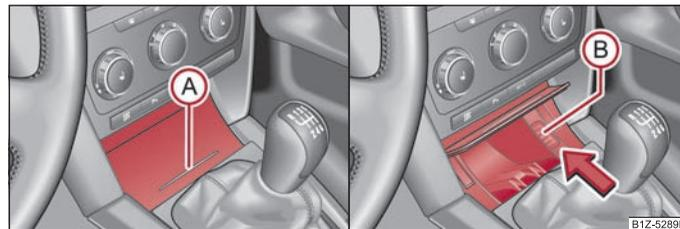

Fig. 83 Console centrale: Cendrier avant / extraire la boîte du cendrier avant
- Appuyez sur la partie inférieure du couvercle du cendrier - voir position (A) ⇒ page 86, fig. 83.